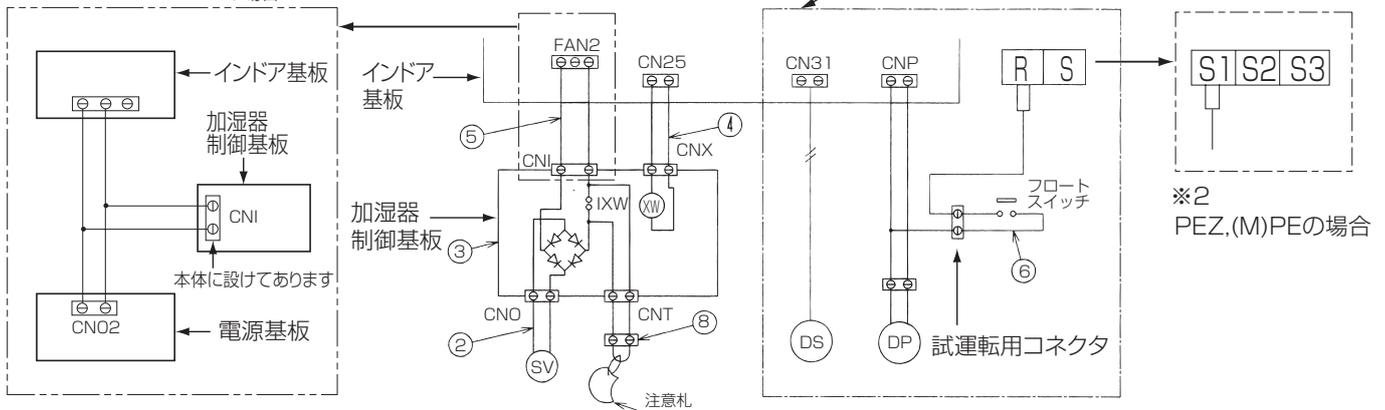

図4-1
- 1) 加湿器制御基板③を写真4-1に従って制御箱内のトランスの横に取付けてください。
- 2) 配線の接続方法は図4-1に従って接続してください。
- ア) リード線組立A④にてインドア基板 CN25 (白2P) と加湿器制御基板 CNX (白2P) を接続します。
- イ) リード線組立B⑤にてインドア基板 FAN2 (黄5P) と加湿器制御基板 CNI (白5P) を接続します。(PEZ-J112,140CA、PEAG-J140AW-A に⑤は必要ありません。※1を参照ください。)
- ウ) 給水電磁弁②のリード線のコネクタを加湿器制御基板③のCNO に接続します。